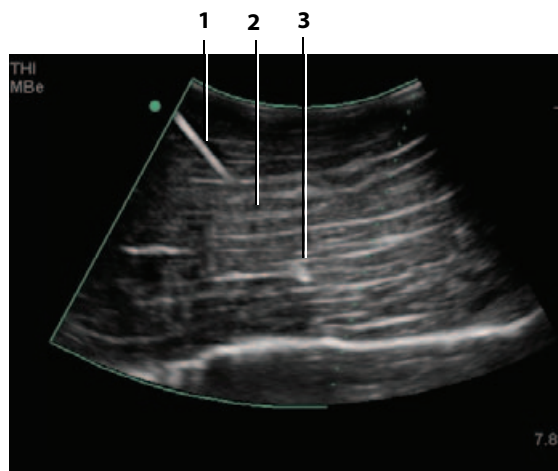

Рис. 2 При использовании датчика с конвексной матрицей могут быть видны только отдельные сегменты иглы.
- Следует учитывать, что из-за расходимости луча от датчика с конвексной матрицей часть иглы может быть не видна на изображении. (См. **Рис. 2** на стр. 39.) Кончик иглы может не отображаться.
При использовании датчика с конвексной матрицей с помощью функции MBe можно определить направление иглы, хотя на изображении могут отображаться только ее отдельные сегменты. (См. **Рис. 2** на стр. 39.) С помощью перемещения кончика иглы и впрыскивания жидкости выясните его месторасположение.